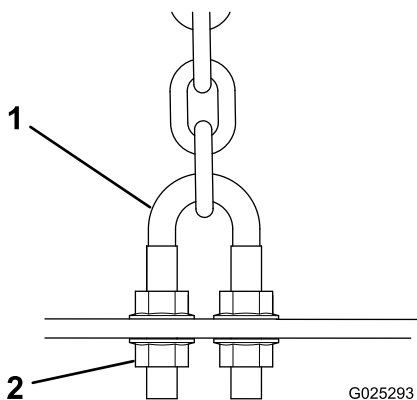
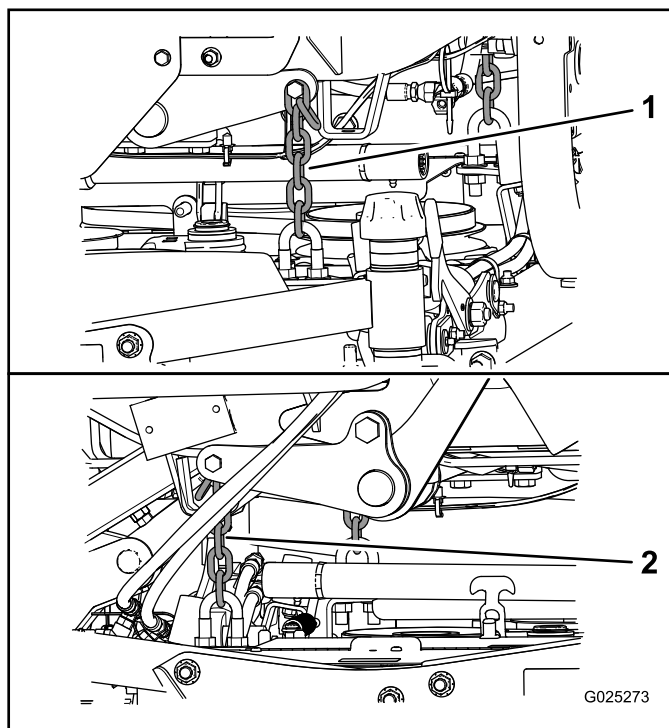

Figura 8
Figura 9
7. Ajuste as porcas de segurança (Figura 8) que prendem as forquilhas/correntes traseiras (Figura 9) à plataforma do cortador para elevar a traseira do cortador de forma a que a inclinação da lâmina fique definida para 8 a 11 mm.
8. Ajuste as porcas de segurança que prendem as correntes da plataforma à plataforma do cortador até que a plataforma do cortador fique nivelada (Figura 9).